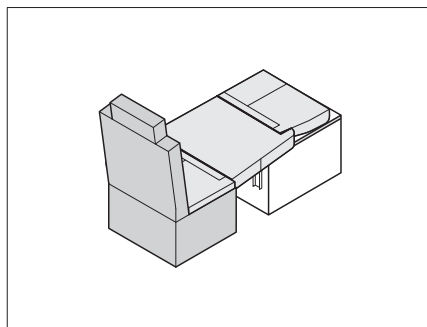

Fig. 217 Positionner les coussins d'assise
- Mettre en place les coussins de dossier et les coussins d'assise comme indiqué dans Fig. 217 sur la table abaissée.